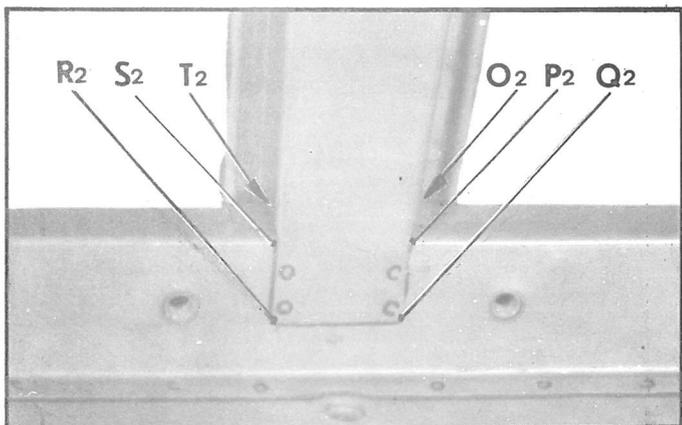

Fig. 14
- en O₂ P₂ (fig. 14)
- en P₂ Q₂ (fig. 14)
- en Q₂ R₂ (fig. 14)
- en R₂ S₂ (fig. 14)
- en S₂ T₂ (fig. 14)